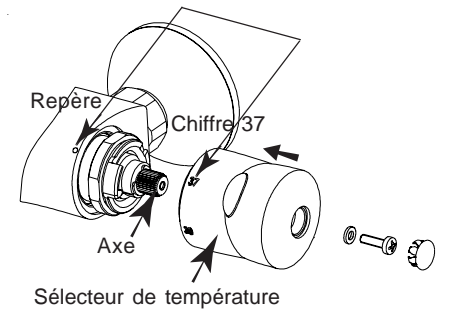

Fig. 1
- Remonter le sélecteur de température (sans tourner l'axe) en alignant le chiffre 37 avec le repère (voir fig. 1), fixer l'ensemble à l'aide de la vis.